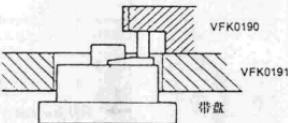

图77
④如图77所示, 测量出带盘顶部表面的高度, 然后对另一带盘进行同样的测量;
⑤如果差值大于 0.2 mm(高于或低于), 可更